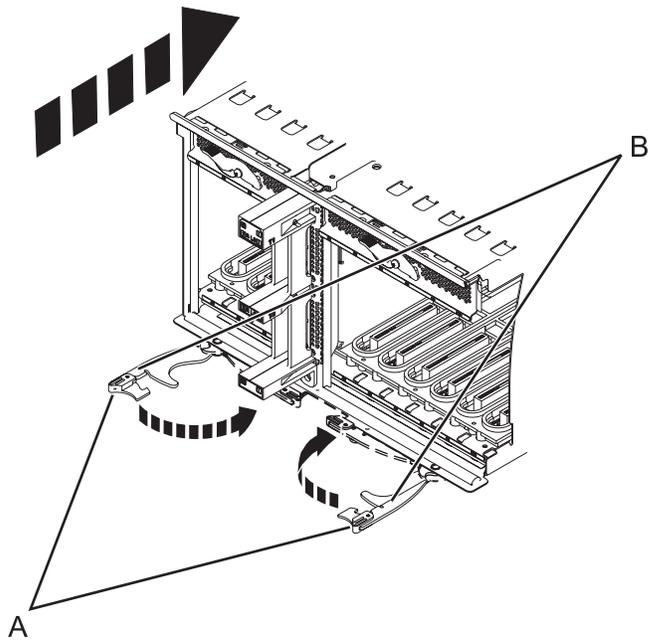

Abbildung 48. E/A-Systemplatine in Einschubsystem installieren
9. Setzen Sie die E/A-Systemplatine fest in den Server ein (siehe Abb. 48 auf Seite 65).
10. Verriegeln Sie die E/A-Systemplatine mit den Verriegelungszungen (A) (siehe Abb. 48 auf Seite 65).